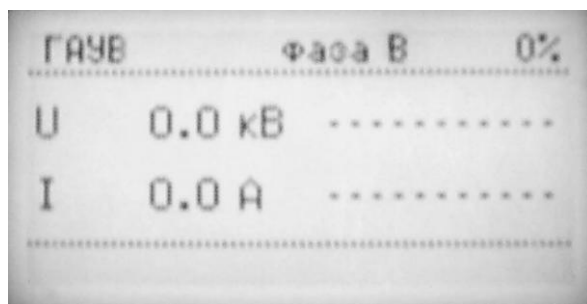

Рис.6.
6.5.8. Нажать кнопку блока управления «ВЫПОЛНИТЬ», при этом включится сирена (на 1-2с.) После чего на экране БУ появится сообщение «ВЫБЕРИТЕ ФАЗУ» (См. рис.6.) Фазу выбирать нажатием кнопки, расположенной под соответствующей надписью «А», «В» или «С».
6.5.9. После выбора фазы на экране БУ появится заставка режима «ГАУВ автомат» (рис.6)
6.6.6. Нажимая кнопки «▲» или «▼» БУ выбрать строку меню «ВНЕШНИЕ ИЗМЕРЕНИЯ». Нажать кнопку блока управления «ВЫПОЛНИТЬ», при этом включится сирена (на 1-2с.), красный сигнальный светильник. После чего на экране БУ появится сообщение «ВЫБЕРИТЕ ФАЗУ» (См. рис.6.) Фазу выбирать нажатием кнопки, расположенной под соответствующей надписью «А», «В» или «С». В этом режиме можно выбрать любые фазы.